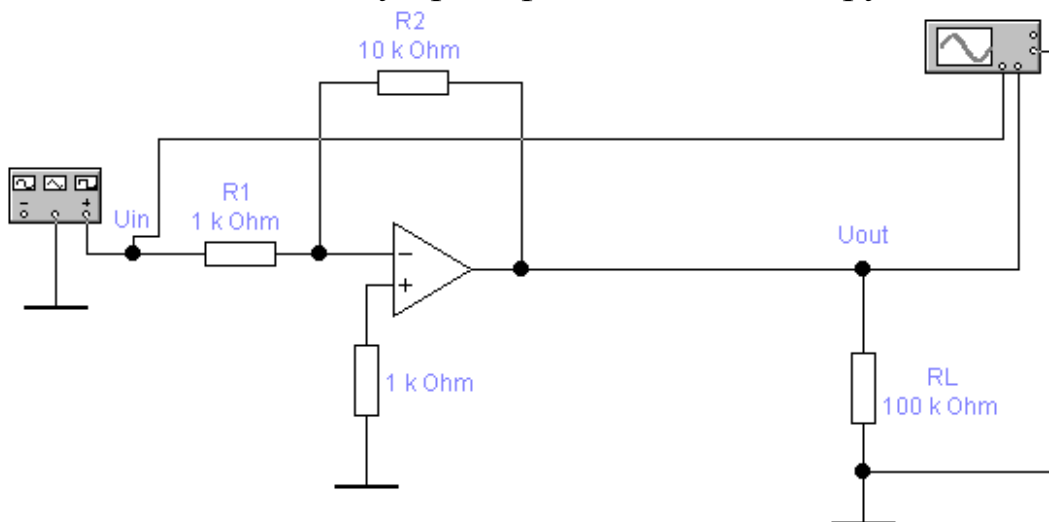

Рисунок 6.2 - Схема інвертуючого підсилювача
Коефіцієнт підсилення схеми інвертуючого підсилювача на ОП (рис. 6.2) визначається за формулою
- 4 Скласти схему рис. 6.2.